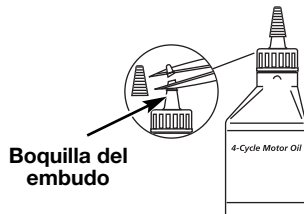

Fig. 16
Su unidad trae una botella de aceite SAE 30 SF, SG, SH de 90 ml (3,04 onzas fluidas) (Fig. 16).
- Desenrosque la tapa de la botella de aceite y retire el sello de papel que cubre la apertura. Vuelva a colocar la tapa. Corte la punta de la boquilla del embudo (Fig. 16).